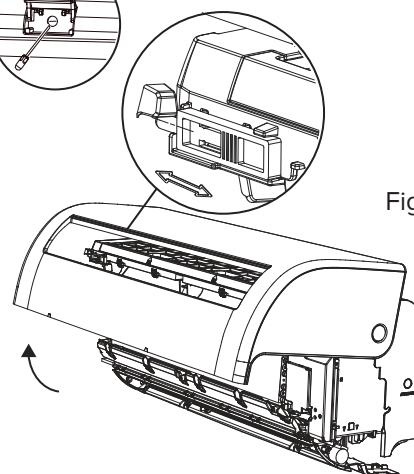

Fig. 2
1. Deslizar el clip en el flap, quitar los tornillos (fig. 1). Rotar y bloquear el panel con los clips. Abrir la caja de conexiones (fig. 2).